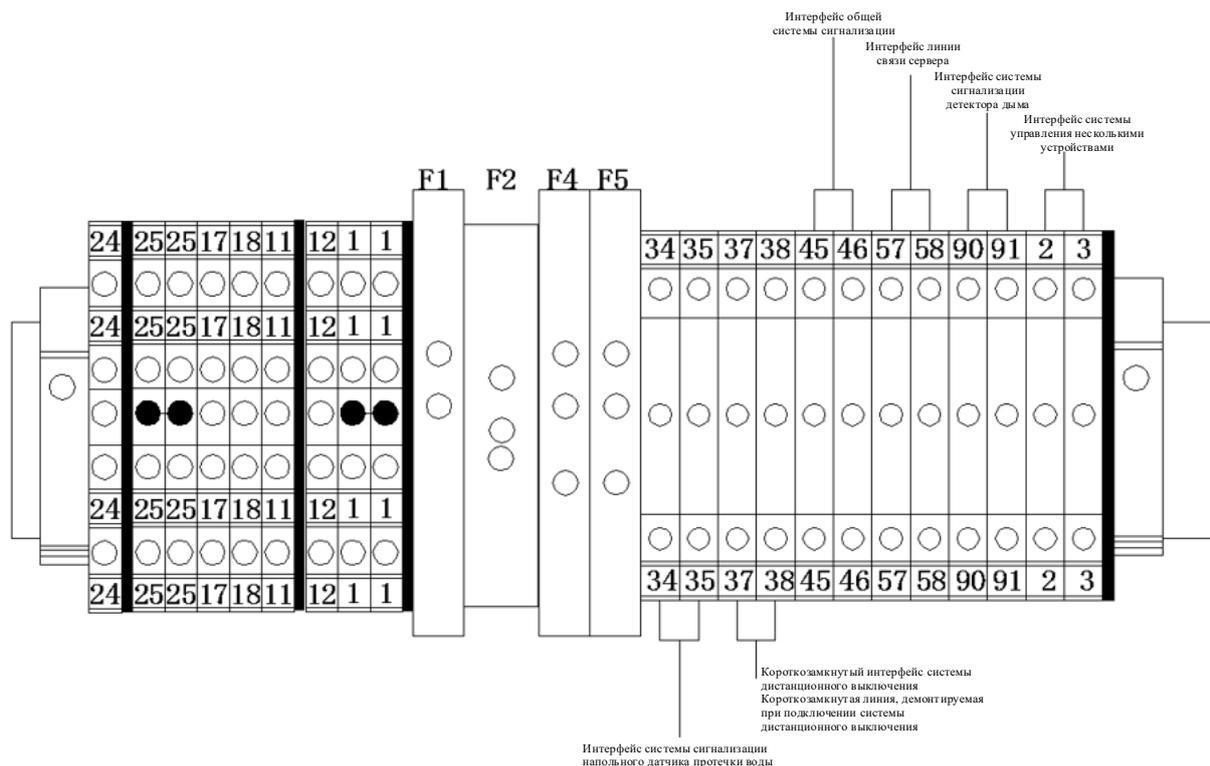

Рис.3-3 Разъемы линии управления
Расположение разъемов линии управления показано на Рис. 3-1. Увеличенное изображение разъемов линии управления показано на Рис.3-3. Верхняя часть клеммной колодки подключается к оборудованию, а на нижней части размещаются разъемы линии управления сигналами пользователя.
2. Рис.3-3 Все порты проводки, входящие в состав оборудования, не отмечены в центральном интерфейсе управления. Ориентируйся на фактическое изделие.
Интерфейс RS485 внутреннего блока комнатного кондиционера с естественным охлаждением фторопластовым насосом расположен на внутренней клеммной колодке 57 и 58 (см. Рис.3-3. Коммуникационный кабель подключается к главному компьютеру с помощью витой пары.